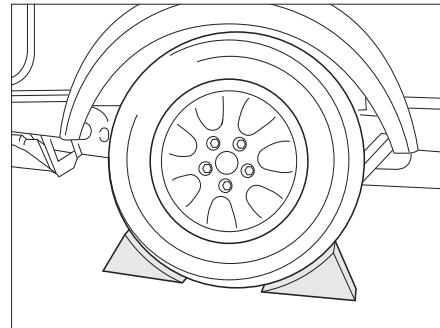

Fig. 162 Asegurar el vehículo
- Colocar zapatas de freno u objetos similares adecuados debajo de la rueda opuesta para asegurar el vehículo (Fig. 162).